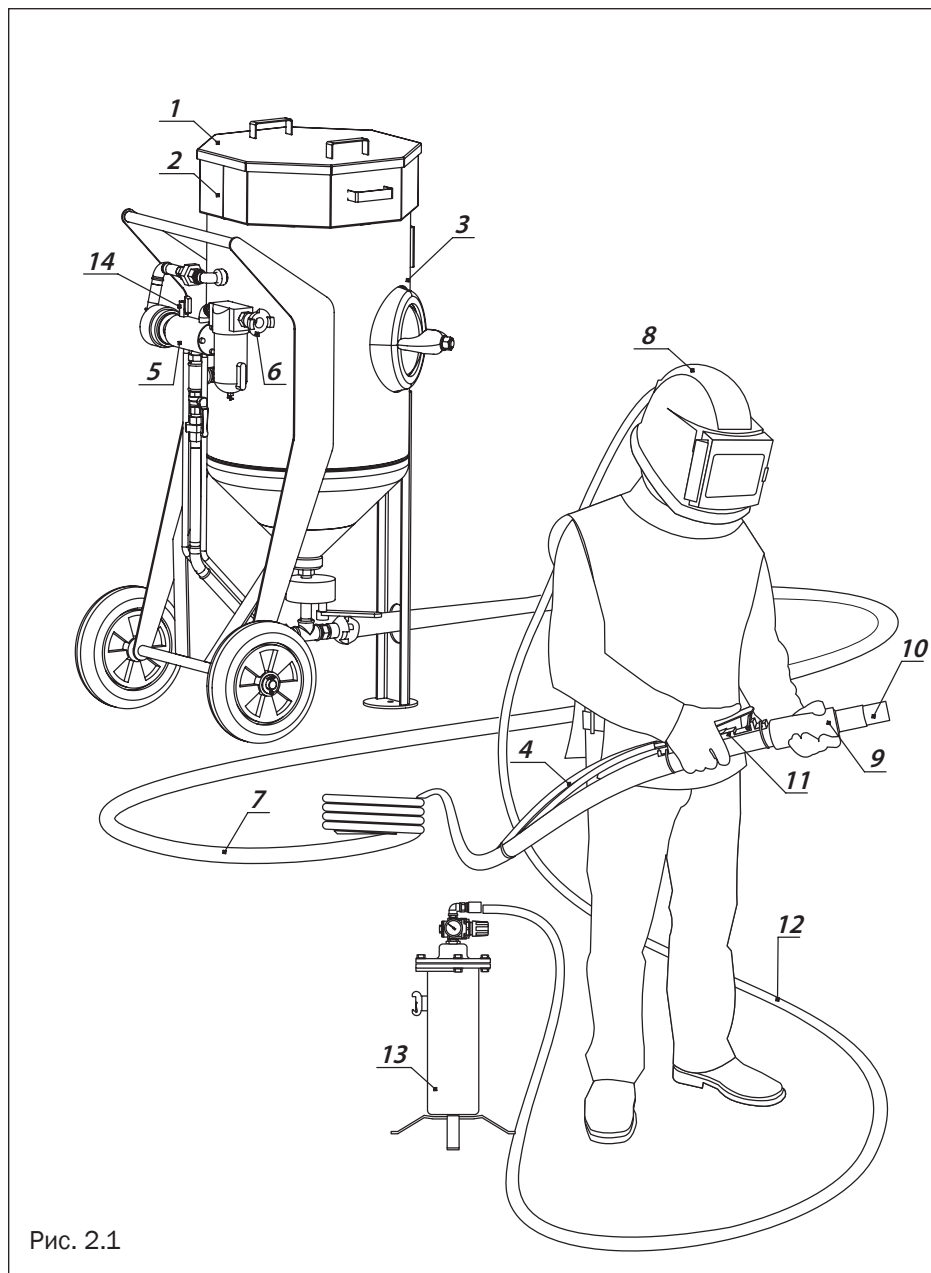

Рис. 2.1
10. Открыть предохранительный шаровый кран 14 (рис. 2.1).
**ВО ВРЕМЯ ПЕРЕРЫВА В РАБОТЕ ВСЕГДА ОТКРЫВАЙТЕ ПРЕДОХРАНИТЕЛЬНЫЙ ШАРОВЫЙ КРАН 14 (рис. 2.1) НА ВЕНТИЛЕ ДУ (НАПРОТИВ СИНЕЙ МАГИСТРАЛИ СДВОЕННОГО РУКАВА TWINLINE).**